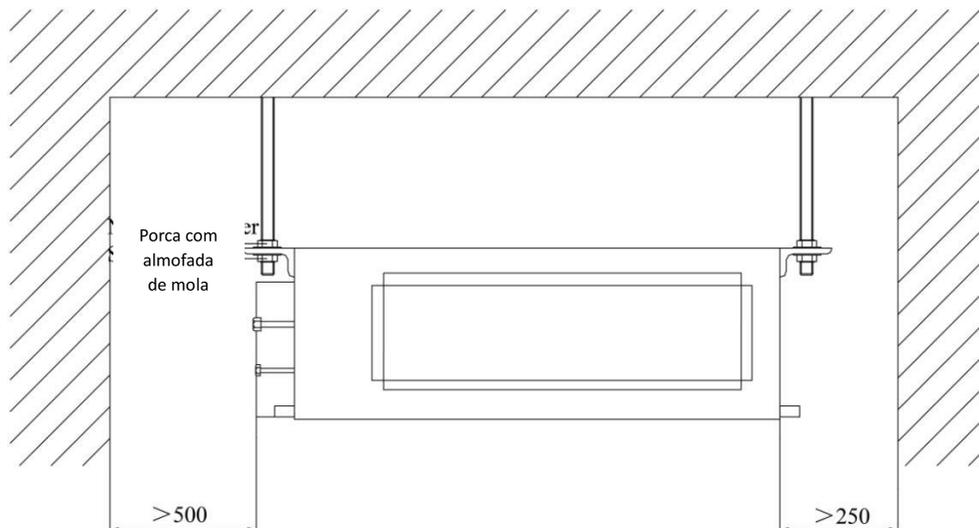

Fig. 2
- 4) Certifique-se de que o espaço de instalação mostrado na Fig.2 seja deixado para acesso à manutenção.